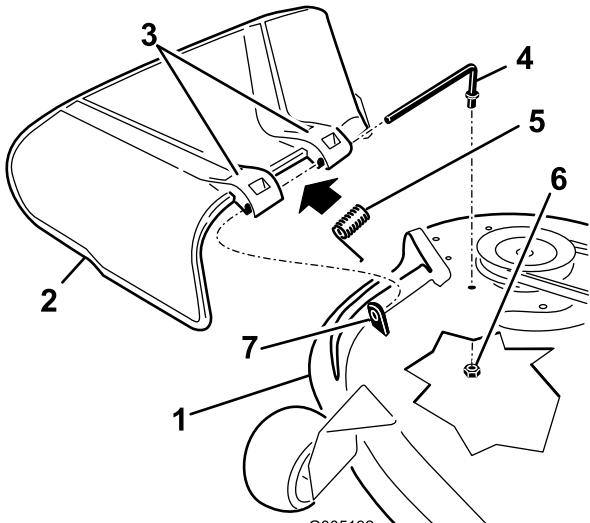

Bild 70
1. Nehmen Sie die Mutter (3/8 Zoll) aus der Stange unter dem Mähwerk ab (Bild 70).
2. Schieben Sie die Stange aus dem kurzen Vorsprung, der Feder und dem Ablenkblech (Bild 70).
4. Montieren Sie das Ablenkblech (Bild 70).
7. Schieben Sie die Stange durch die zweite Halterung am Grasablenkblech (Bild 70).
9. Befestigen Sie das hintere Stangenende mit einer Mutter (3/8") am Mähwerk, wie in Bild 70 abgebildet.